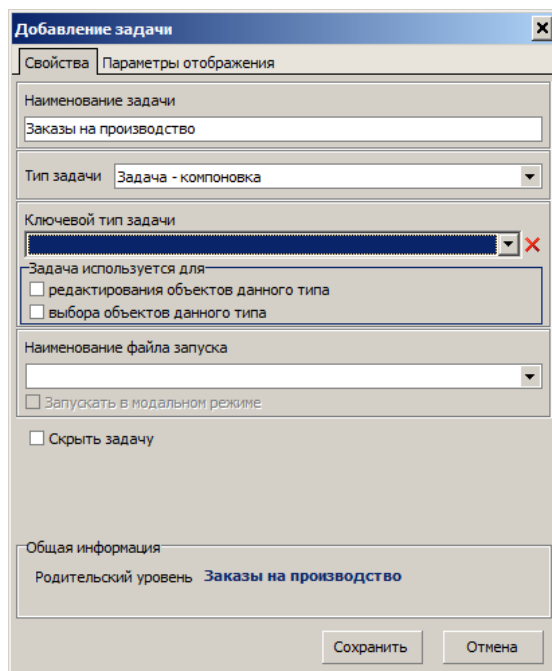

Рисунок 267. Поле "Ключевой тип задачи" на вкладке "Свойства"
- В результате — откроется поле «**Ключевой тип задачи**» с блоком настройки дополнительных параметров (рис. 267).